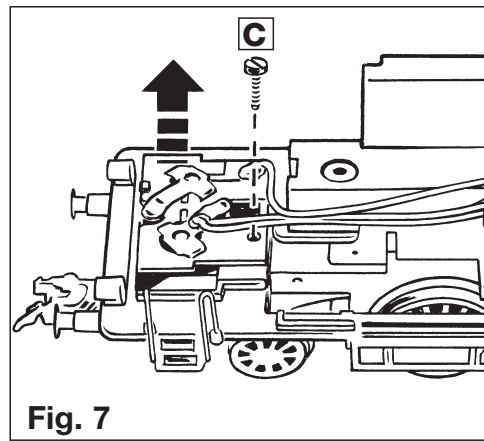
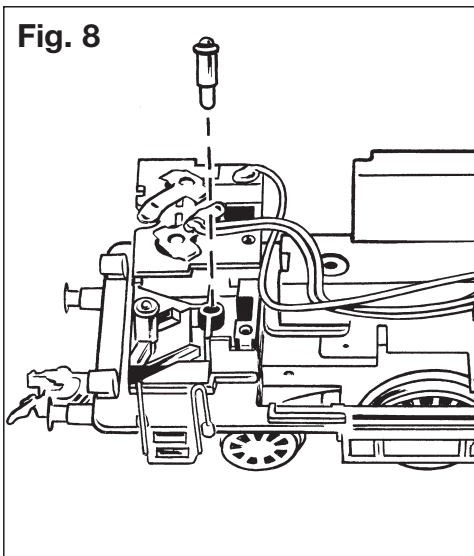

Fig. 7
Fig. 8
**Lampenwechsel:** Schraube **C** der Schaltplatine abschrauben, anheben und Glühlampe aus der Fassung lösen (Fig. 7 und 8). Neue **Glühlampe 00006535** einsetzen. Schaltplatine wieder aufsetzen und festschrauben.
**Changing the bulbs 00006535:** See Fig. 7 and Fig. 8
**Remplacement de la lampe :** Dévisser la vis **C** de la platine, enlever la lampe de son support. Remonter les éléments en ordre inverse (Fig. 7 – 8). **Lampe de rechange : 00006535.**